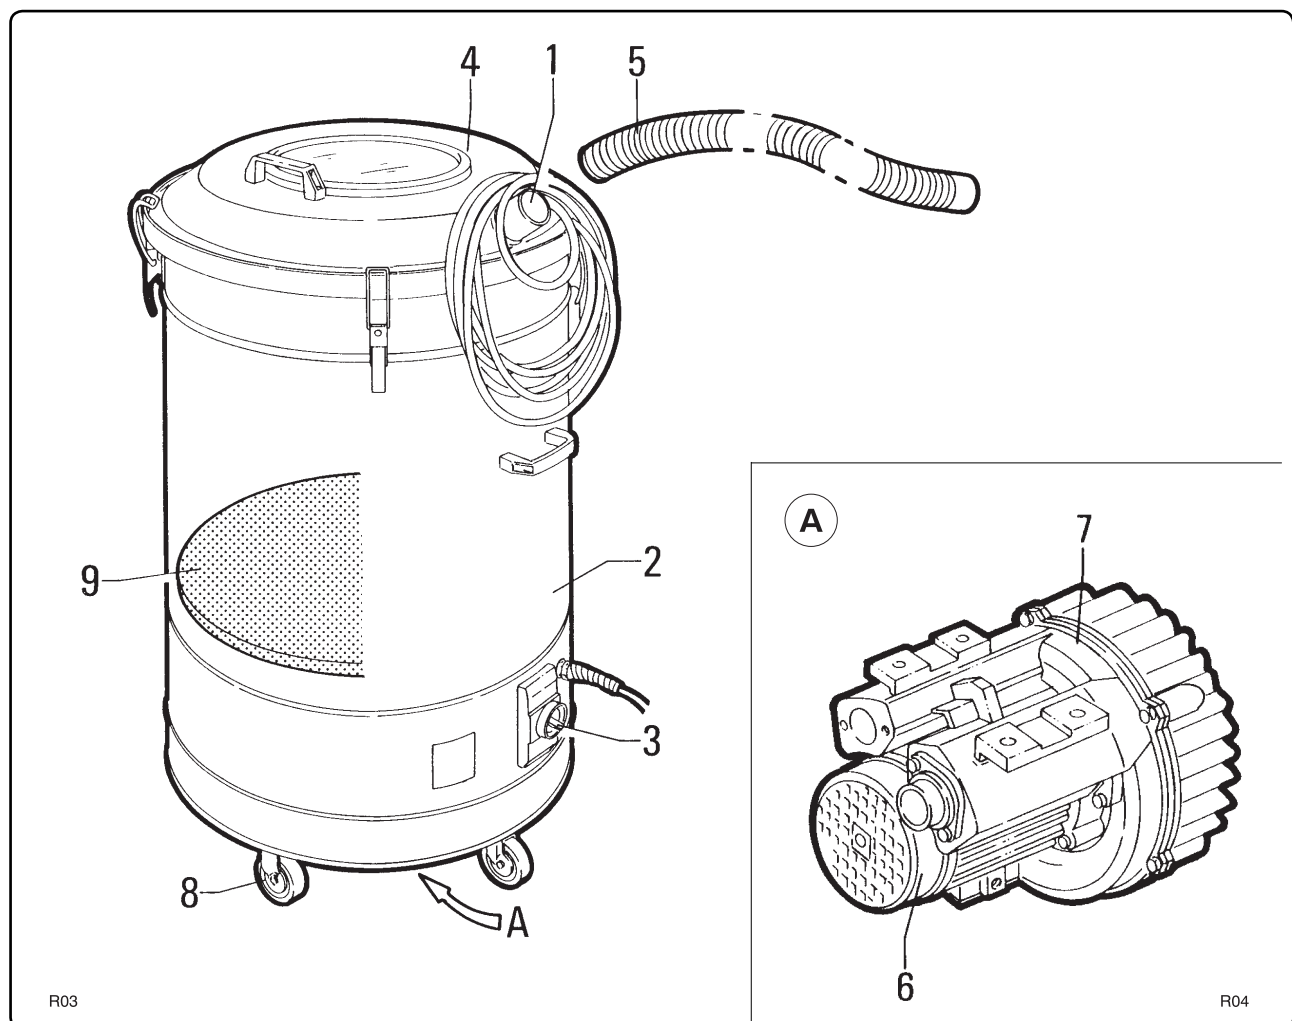

Fig. 2.5.1
2.4 - Componente principale (fig. 2.5.1)